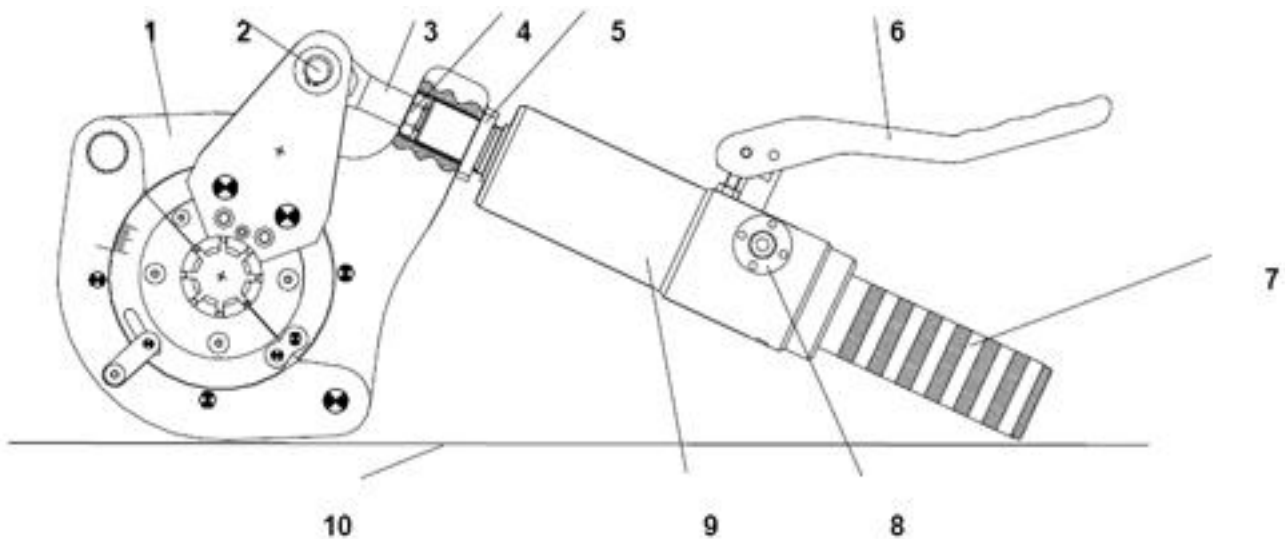

Рисунок 3
5. Используйте ходовой рычаг (рис.3, поз.6) , чтобы установить кулачки в удобное положение.
7. Произведите опрессовку, используя ходовой рычаг (рис.3, поз.6)